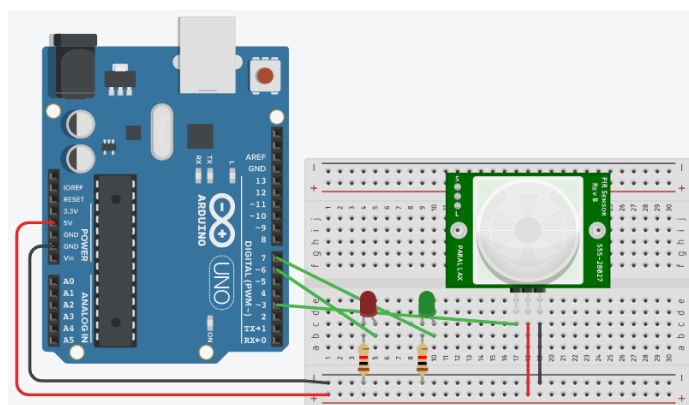

Figura 5.24: exemplo de circuito com sensor PIR.
- O sensor PIR possui três terminais, o terminal da direita vai conectado no barramento negativo da protoboard, o terminal do centro vai conectado no barramento positivo da protoboard, o terminal da esquerda vai conectado direto na porta digital 3, como mostra a Figura 5.24.